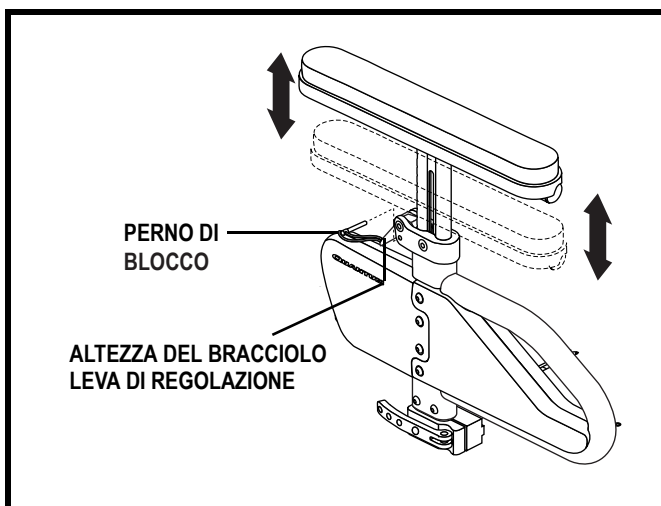

Figura 16. Regolazione dell'altezza della parte superiore del bracciolo
1. Se disponibile, estrarre il perno di blocco opzionale. Vedere figura 16.